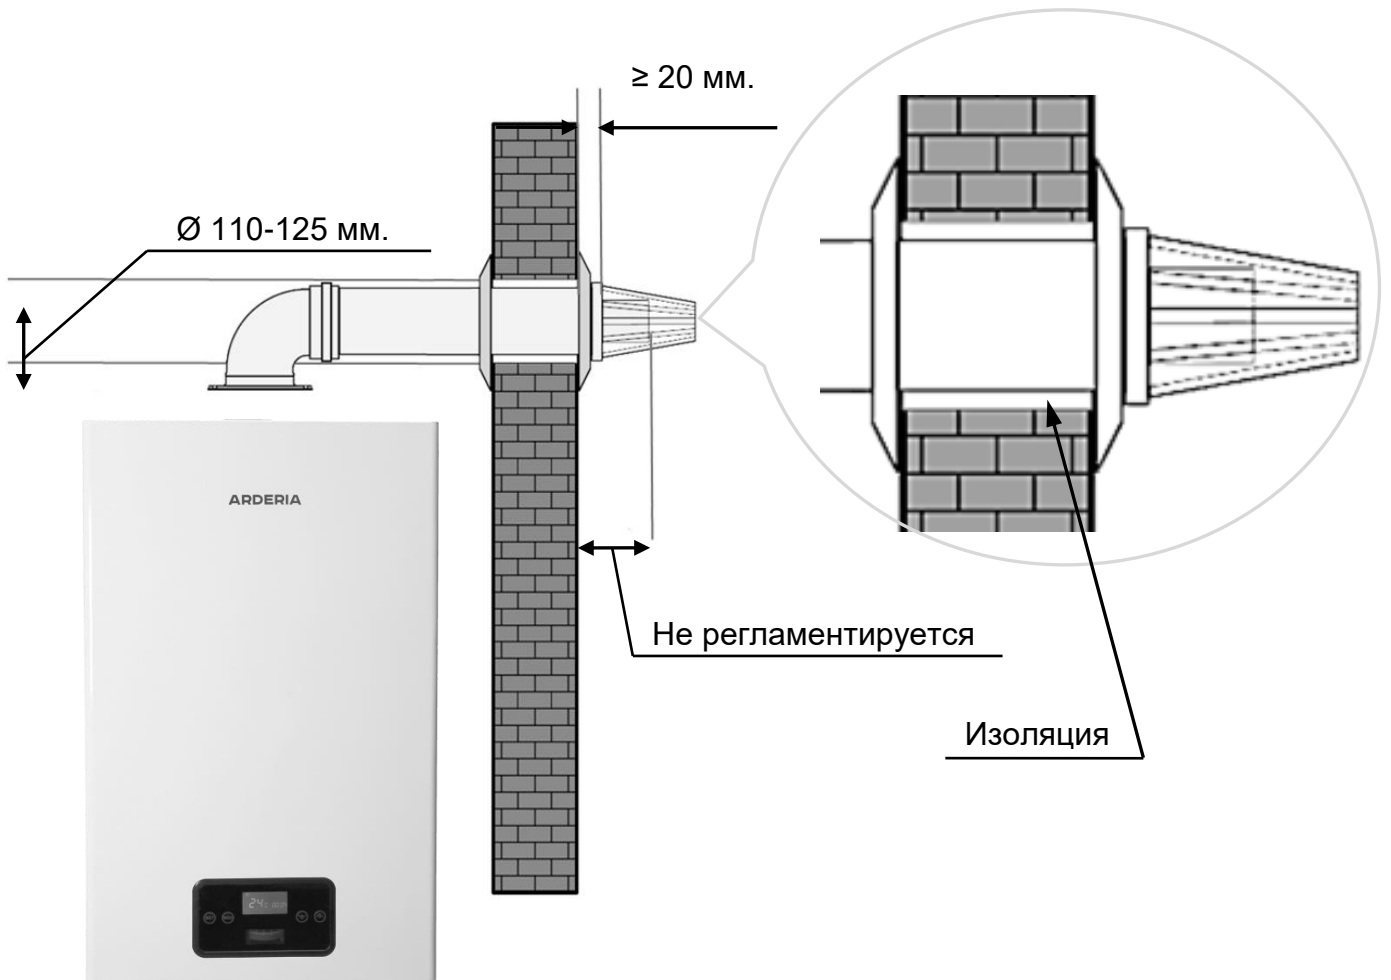

Рис. 23
- **Производитель рекомендует!** Край трубы забора воздуха после прохода сквозь стену должен выступать от стены не менее, чем на 20 мм. (См. Рис. 23).
- При прохождении трубы системы дымоудаления через стену **необходимо** изолировать её поверхность для исключения контакта со стеной. Изоляцию (См. Рис. 23) **необходимо** выполнить из негорящего теплоизолирующего материала, которым заполняется всё пространство зазора между стеной и поверхностью трубы системы дымоудаления. (См. Рис. 23).